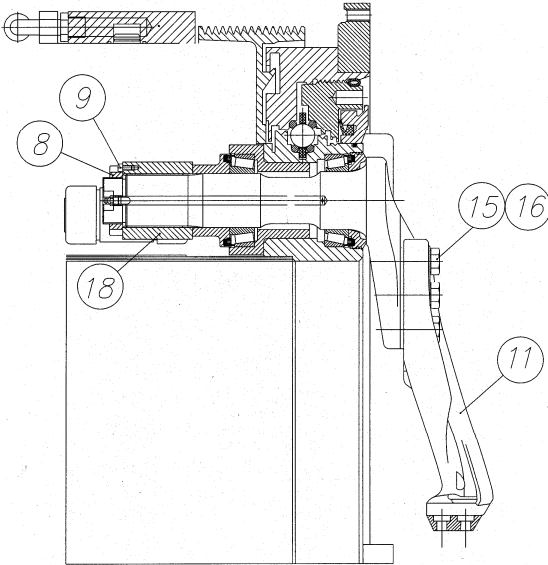

Bild 15.7.
Ansättningen av verktygsaxelns lager görs genom att axelmuttern (8) dras åt. Under åtdragningen av axelmuttern skall verktyget med verktygsaxeln vridas för kontroll av glappet i lagren. När åtdragningen är rätt utförd skall verktyget kunna ställas i uppfällt läge utan att falla ner mot centrum. Med en hand skall verktyget emellertid med lätthet kunna föras mot centrum. När korrekt åtdragning av axelmuttern gjorts låses denna med skruven (9). Se bild 15.7.